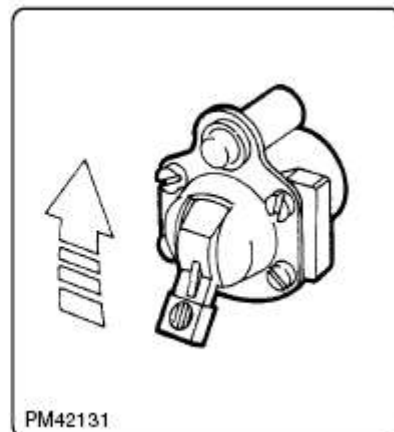

Рис. 6.5.2
2. Включите устройство отбора мощности с помощью соответствующего пневматического переключателя (рис. 6.5.2). Убедитесь, что загорелся красный светодиод (если он имеется) на панели в кабине транспортного средства.